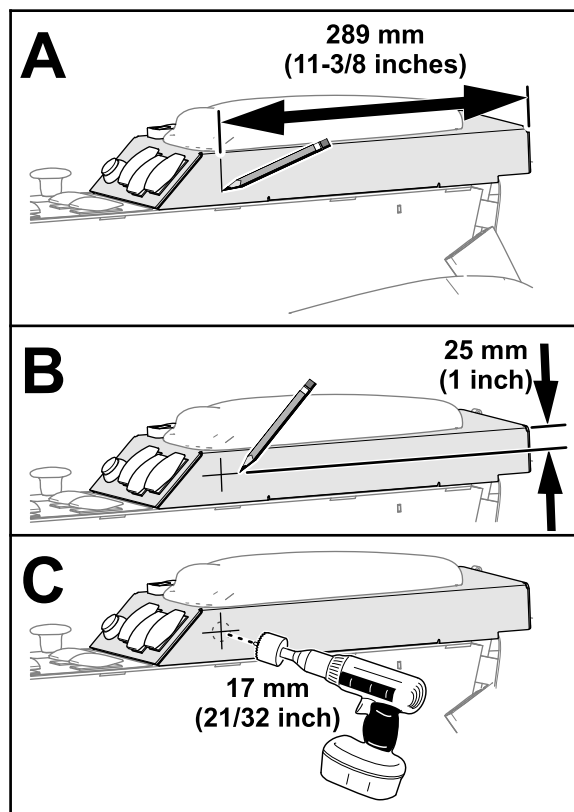

Figura 3
3. Mida 289 mm (11 3/8") desde la parte trasera del brazo de la consola, y marque la superficie del panel izquierdo de la consola (Figura 3).
4. Mida 25 mm (1") desde el borde superior del brazo de la consola, y marque la superficie del panel izquierdo de la consola (Figura 3).
6. Perfore un orificio de 17 mm (21/32") en la marca hecha con el punzón (Figura 3).